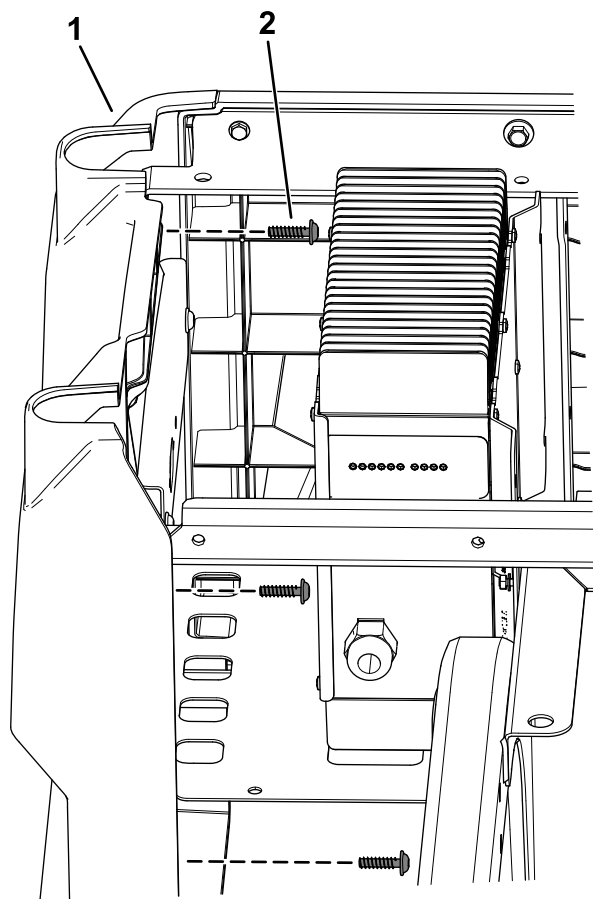

Bild 7
3. Entfernen Sie die vier Torxschrauben (M6.0 x 22 mm) mit einem T30-Sechskantschlüssel von der linken Seitenplatte und nehmen sie ab (Bild 7).